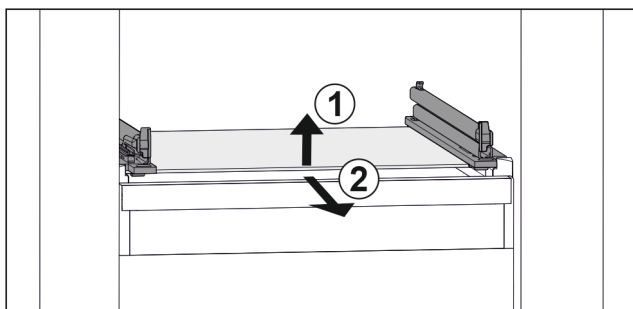

Fig. 112 Príklad zobrazenia sklenenej dosky
- ▶ Nadvihnite sklenenú dosku vpredu. Fig. 112 (1)
- ▶ Odoberte sklenenú dosku dopredu. Fig. 112 (2)